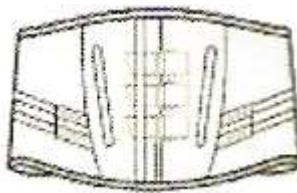

Figure 27 : CMAL ventrière et montante au dos munie d'une patte hypogastrique MN⁽⁵⁶⁾
- CMAL ventrière et montante au dos munie d'une patte hypogastrique MN ou GM. Prévue surtout pour les hommes avec proéminence abdominale mais également pour les femmes, la forme montante au dos augmente la surface d'appui dorsal afin de permettre un bon maintien du tablier abdominal et un soulagement du dos. La patte hypogastrique permet de soutenir la masse abdominale (Figure 27) ;